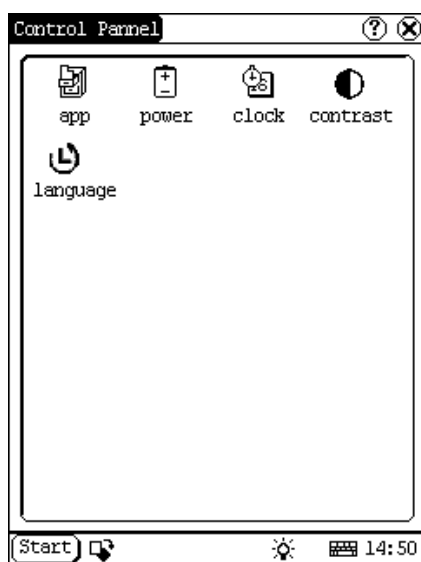

Рисунок 4-33
- 3) Откройте интерфейс "Панель управления".(см. рисунок 4-33).